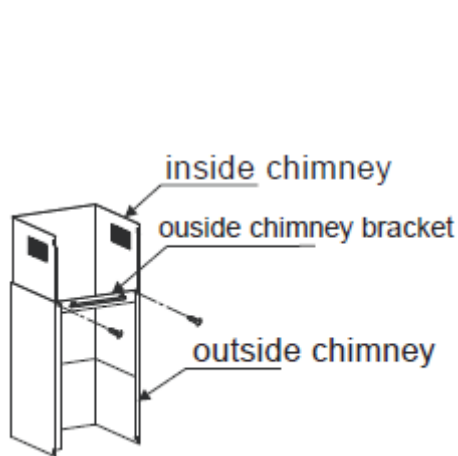
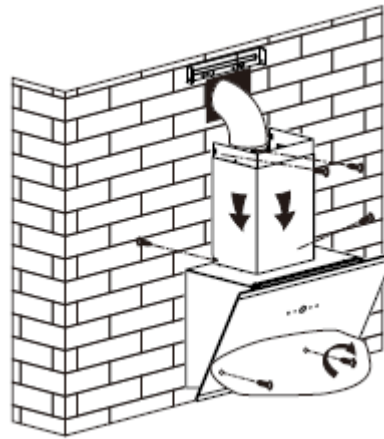

Bild 5
Bild 6
5. Montieren Sie die Befestigungsklammer für den Kamin mit 2 ST4*8mm-Schrauben am äußeren Kamin und achten Sie darauf, dass der innere Kamin frei beweglich ist. Siehe Bild 5. Befestigen Sie dann den Schornstein an der Haube mit 2 ST4*8mm Schrauben am Haubenkörper und mit 2 ST4*40mm Schrauben an der Wand. Verlegen Sie gleichzeitig das Expansionsrohr nach außen. Siehe Bild 6.